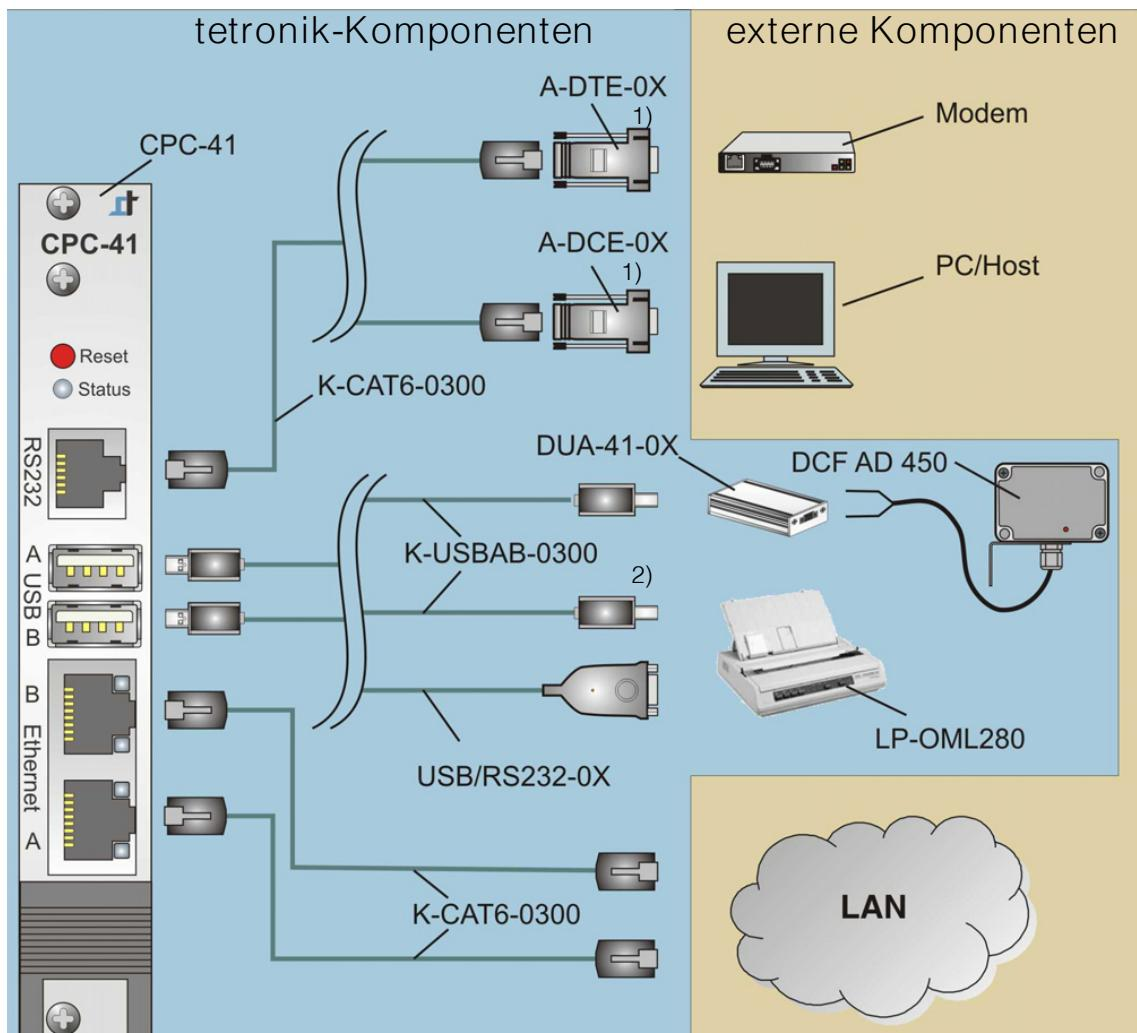

Bild 6-1 Verdrahtungsplan: CPC-41
- Bild 6-1 Verdrahtungsplan: CPC-41